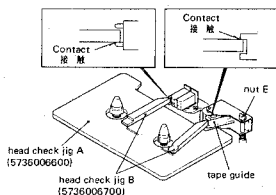
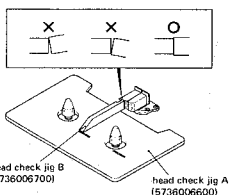
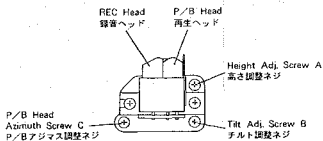

Fig. 4-5
Fig. 4-6
Fig. 4-7
Note 1 : When the record/playback head has been replaced, tighten screws (A), (B), (C) shown in Fig.4-7 until they stop, then slacken them by 1-1/2 turns before starting alignment.
2. Fit jig B on the tape guide of the record/playback head as shown in Fig.4-5, then align the height with screw (A) as shown in Fig.4-7.
3. Fit jig B to the head as shown in Fig.4-6 to check its tilt and align it using screws (B) and (C) shown in Fig.4-7.
5. Fit jig B to the tape guide of the left pinch roller and align the height with nut (E). (The standard height is above the tape guide.)
6. Play test tape MTT-902, and adjust nut (E) so that the lower edge of the tape guide of the record/playback head is in contact with the tape edge, but the tape is not curled.
7. Adjust the azimuth of the playback head with screw (C) shown in Fig. 4-7 according to item 5-3 (on page 18 ). If the screw is rotated by half a turn or more, turn screw (A) and (B) by the same amount then align from item 6 to correct the height of the tape guide of the record/playback head.
注 1. 録・再ヘッドを交換したときは、Fig.4-7 のネジ(A)、(B)、(C) が止まるまで締め、その位置からそれぞれのネジを 1.5 回転ゆるめた状態で調整を始めること。
2. Fig.4-5 のように録・再ヘッドのテープ・ガイドに治具 B を当て、Fig.4-7 のネジ (A) で高さを調整する。
3. Fig.4-6 のように治具 B をヘッドに当ててチルトを確認し、Fig.4-7 のネジ (B), (C) で調整した後、再度ネジ (A) で高さを調整する。
5. 左ピンチ・ローラのテープ・ガイドに治具 B を当て、ナット (E) で高さを調整する。(高さの基準はテープ・ガイドの上側とする)。
6. テスト・テープ MTT-902 を走行させ、録・再ヘッドのテープガイドの下側がカールしない程度に当るようナット (E) を調整する。
7. 再生ヘッドのアジマス を 5-3 項 (18 ページ参照) に従って Fig.4-7 のネジ (C) で調整する。